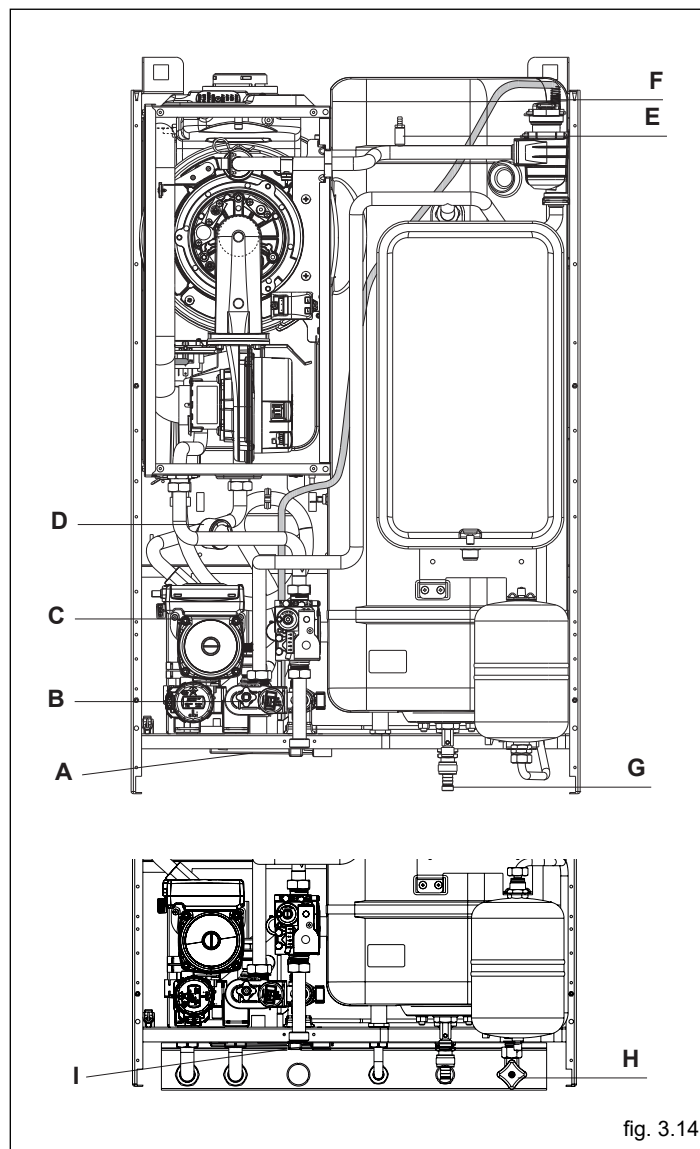

fig. 3.14
Brugsvandssystem (fig. 3.14)
- Åben for koldt vandstilgangen (H) for påfyldning af vand i beholderen
**Varmeanlæg (fig. 3.14)**
Tømning af varmeanlæg (fig. 3.14)
Tømning af brugsvandssystemet (fig. 3.14).